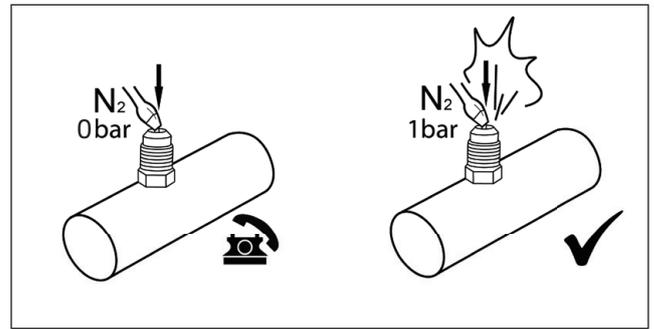

Abb. 8.5
4. Transportüberdruck prüfen. Der Verdampfer wird mit einer Schutzgasfüllung (ca. 1-2 bar) ausgeliefert (Abb. 8.5).